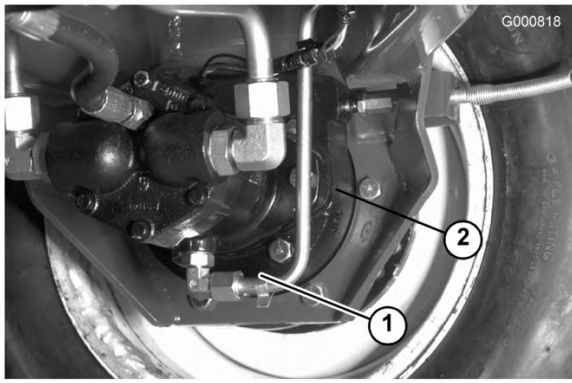

図 67
3. ブレーキ・ハウジングの下にある両方のプラグを外してオイルを抜く (図 67)。